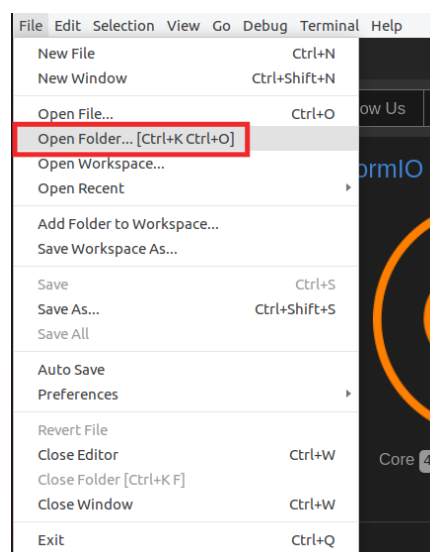

図7 : `AL_Operations.S` の例を開く
2. 上部のバーで `File→Open Folder` (図7) をクリックし、ディレクトリ `[RVfpgaSoCPath]/RVfpgaSoC/Labs/LabResources/Lab2/examples` を参照します。